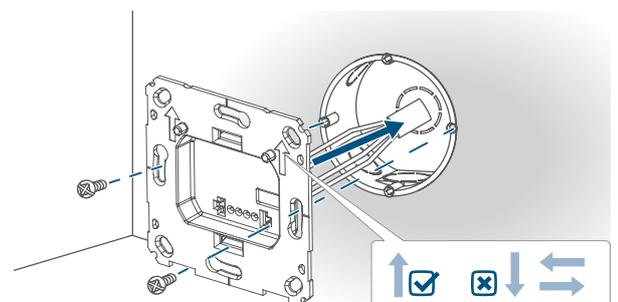

Abbildung 7
- Halten Sie die Systemtaste für 4 s gedrückt Abb. 7.